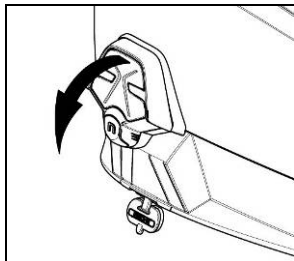

Fig. 10
- Fjern ESS-lyset fra hættten (Fig. 10)